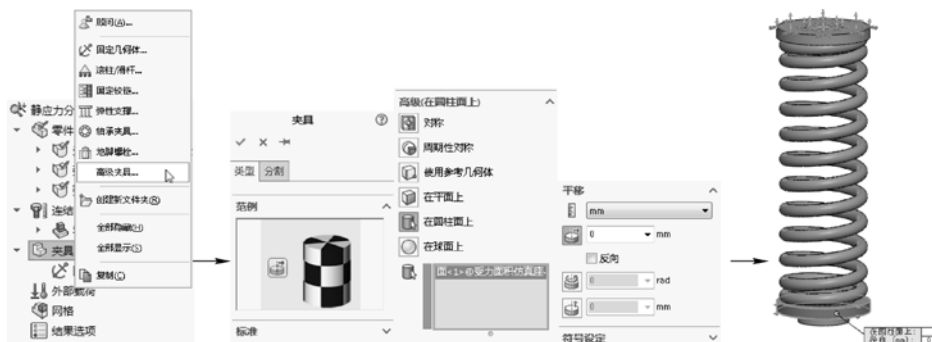

图 10-17 添加高级夹具
STEP 5 再次右击“夹具”项，在打开的快捷菜单中选择“高级夹具”菜单选项，打开“夹具”属性管理器，单击“在圆柱面上”按钮，选择“受力面积仿真座”的圆柱面为只可切向运动的面，并单击“径向”按钮，单击“确定”按钮，令弹簧只能沿轴向压缩或伸长，如图 10-17 所示。